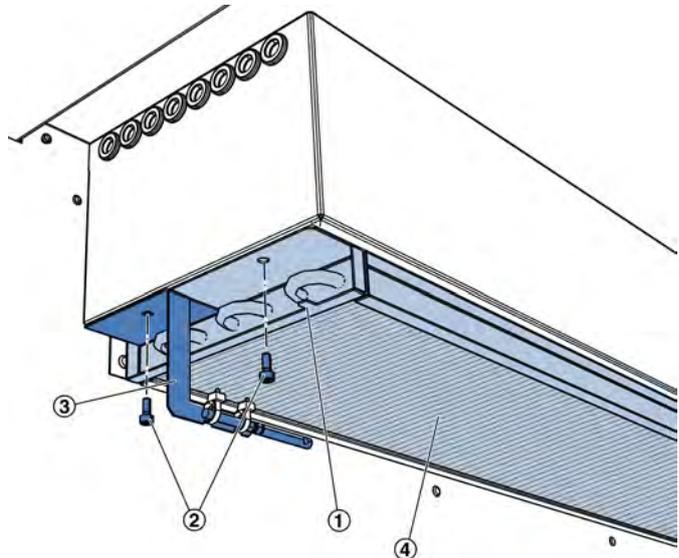

Abb. 90: Wärmeübertrager demontieren
5. ▶ Kabel am Schutzleiteranschluss (Abb. 90 /1) des Wärmeübertragers lösen.
6. ▶ Die Halterung des Wärmeübertragers durch Lösen der beiden Schrauben (Abb. 90 /2) demontieren, Halter (Abb. 90 /3) des Temperatursensors seitlich hängen lassen. Den Wärmeübertrager (Abb. 90 /4) nach unten aus dem Gerät herausnehmen.